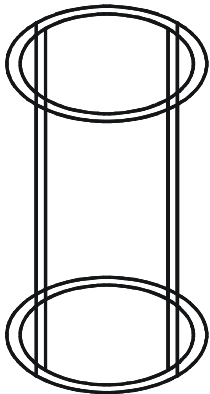

图 9-4-3
STEP 03 使用剖切 SLICE 命令对上面的实体进行剖分掉一部分，如图 9-4-3 所示。具体操作如下：